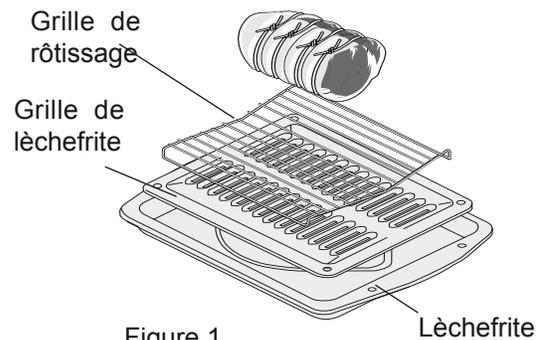

Figure 1
- Pour le rôtissage par convection, servez-vous toujours de la lèche-frite et de son couvercle ainsi que de la grille de rôtissage convection (Figure 1). La graisse s'écoule dans la lèche-frite et son couvercle prévient les éclaboussures de graisse. La grille de rôtissage supporte la viande.